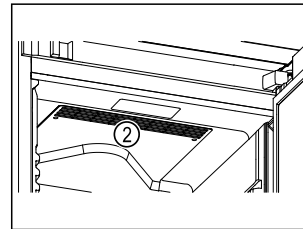

Fig. 67
- ❑ Не закрывайте вентиляционную щель Fig. 67 (2) вентилятора циркуляционного воздуха во внутренней камере.